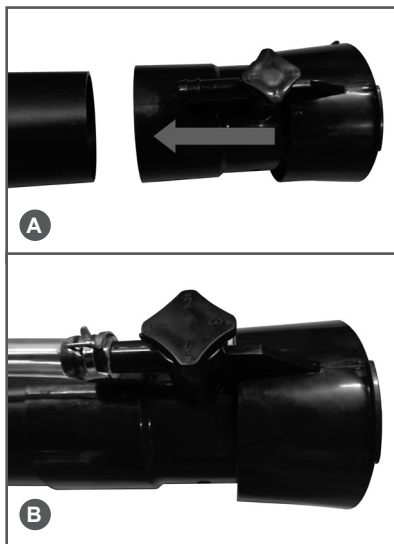

Рис. 7 Установка сопла и шланга
5. Установите сопло распылителя (Рис. 7А).
6. Установите шланг напорного сопла и закрепите его хомутами на штуцерах сопла и запорного крана (Рис. 7В).